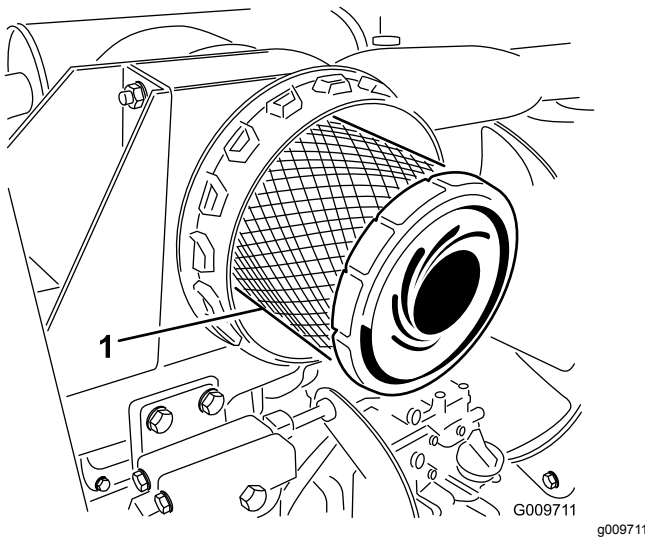

Figure 31
3. Déposez et remplacez le préfiltre (Figure 31).